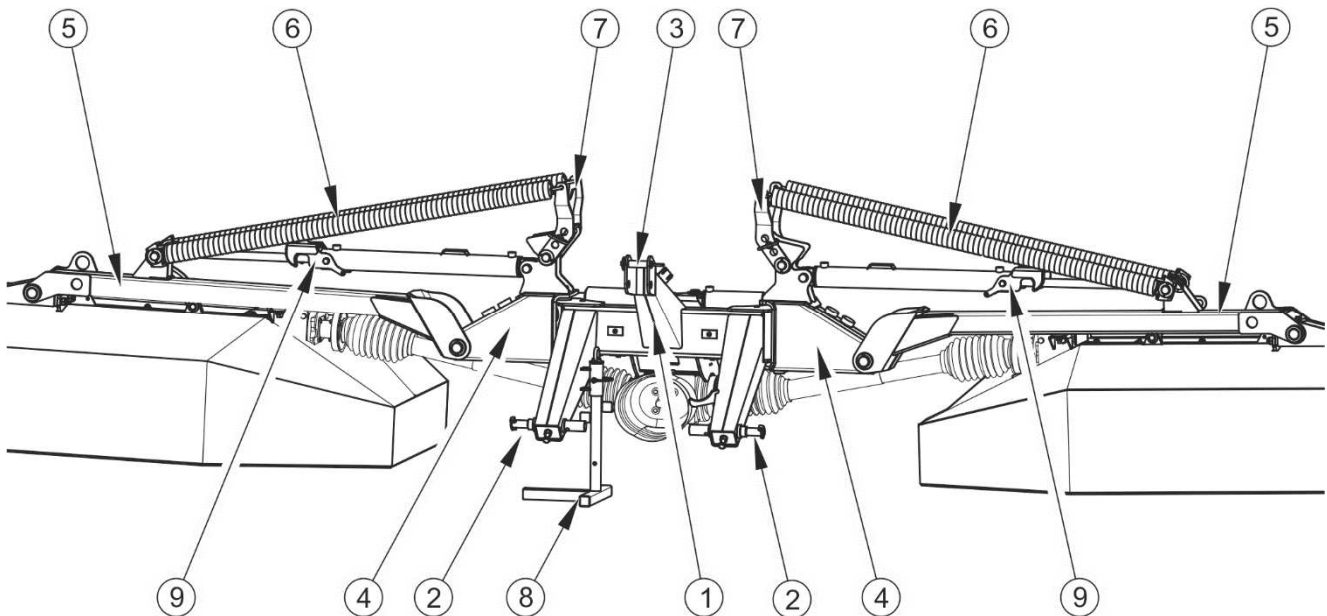

ABBILDUNG 3.2 Aufhängung
(1) Aufhängung, (2) Schneidwerk, (3) Hauptrahmen, (4) seitliche Abdeckung, (5) Verteilergetriebe, (6) Kegelradgetriebe, (7) Teleskop-Gelenkwelle für den Anschluss an den Schlepper, (8) Seil der Sperre, (9) Hydraulik, (10) Schwadensammler (PDD830), (11) Stützfuß, (12) Heuwender (PDD830C), (13) Schwadensammler (PDD830C)
Das Hauptelement der Aufhängung (Abbildung 3.2) des Mähwerks PDD830 / PDD830C ist der Rahmen der Aufhängung (1), die mit zwei unteren Bolzen (2) und einem oberen Bolzen (3) ausgerüstet ist, die zum Anschluss an die Dreipunkt-Hydraulik des Schleppers dienen. Der bewegliche Arm (4) ermöglicht es, dass sich die Schneidevorrichtung nach hinten neigt, sobald sie auf ein Hindernis trifft. Die Tragarme (5) dienen zum Anheben der Schneidevorrichtung. Um den richtigen Andruck des Schneidbalkens an den Untergrund zu gewährleisten, ist die Maschine mit starken Entlastungsfedern (6) ausgestattet. Die Federspannung kann durch Änderung der Befestigungsöffnung des Kupplungsbolzens der Feder (7) eingestellt werden.